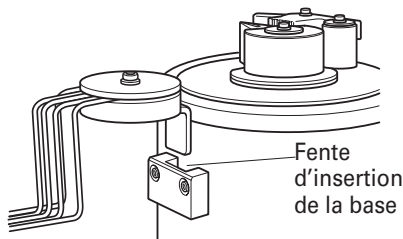

Fig. 18
(1) Insérer la base de la protection anti-flèche dans la fente de la cisailleuse/cintreuse. (Fig. 18)